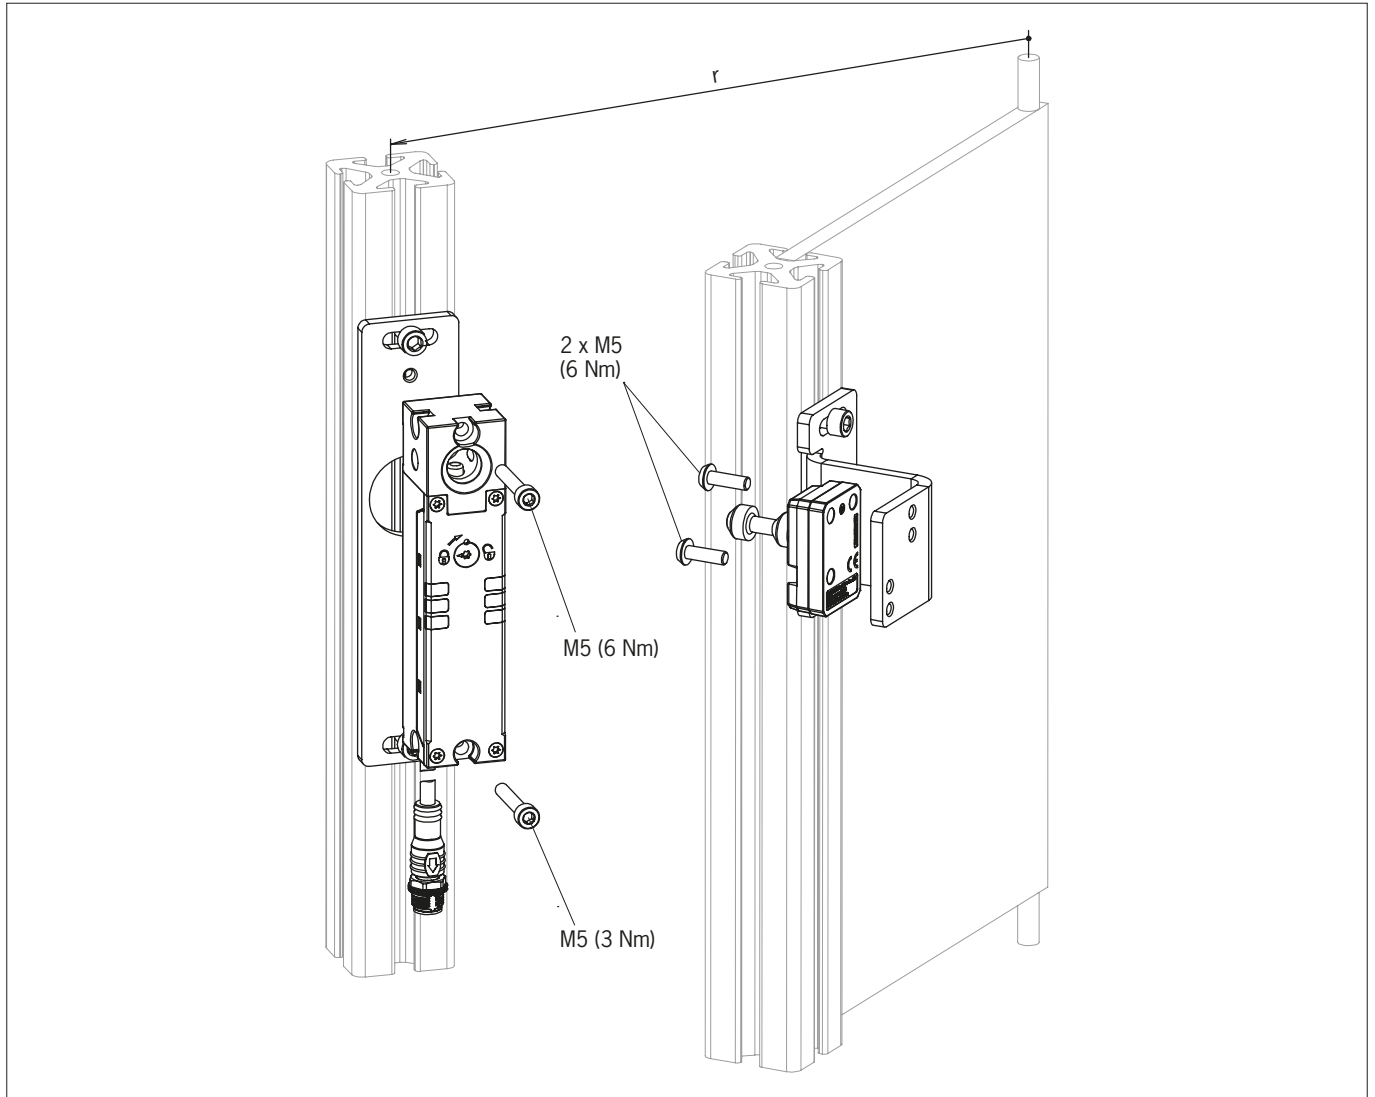

図 3: 設置例
- ▶ スwitchとアクチュエーター締付のための締付トルクを順守してください (図 3 を参照)。